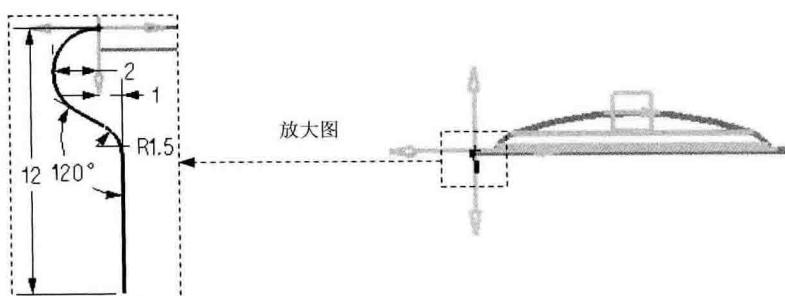

图 1.9 截面草图
(3) 选取 X 轴为草图的水平参照，其他选项采用系统默认设置，单击**确定**按钮，绘制图 1.9 所示的截面草图；退出草图环境；在“轮廓弯边”对话框**宽度选项**下拉列表中选择**到端点**选项；单击“轮廓弯边”对话框的**<确定>**按钮，完成轮廓弯边特征 1 的创建。